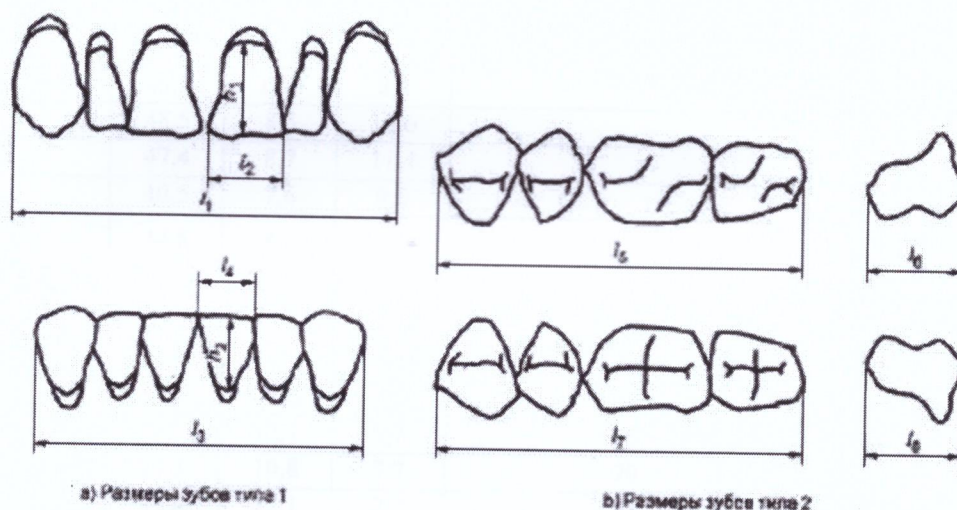

Рисунок 1 – Размеры зубов для измерения
1.4 Размеры фронтальных зубов соответствуют размерам, указанным в таблице 1, размеры жевательных зубов соответствуют размерам, указанным в таблице 2. Отклонение размеров зубов от указанных в таблицах не отличаются более чем на 5%. Условное обозначение размеров в соответствии с ГОСТ ISO 22112 (рисунок 1):